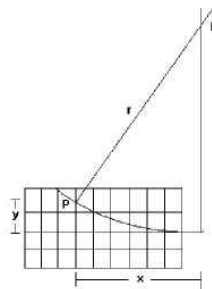

Fig. 3
- Für den Krümmungsradius r des abgelenkten Elektronenstrahls gilt wie aus Fig. 3 ersichtlich: daraus folgt: